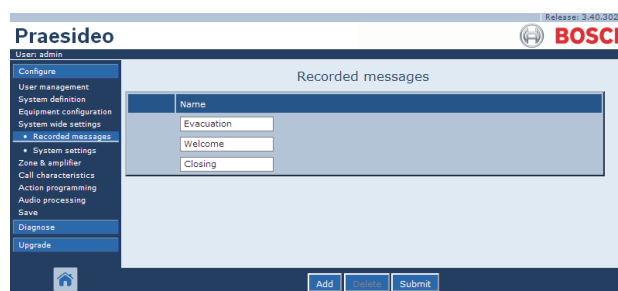

figura 45.2: Registrar uma mensagem, passo 1
- 1 Vá para *Configure > System wide settings > Recorded messages*. Aparece um ecrã semelhante ao da figura 45.2 na moldura principal da interface da Web.